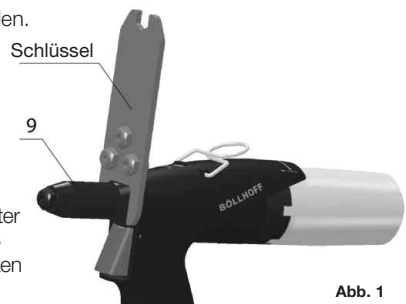
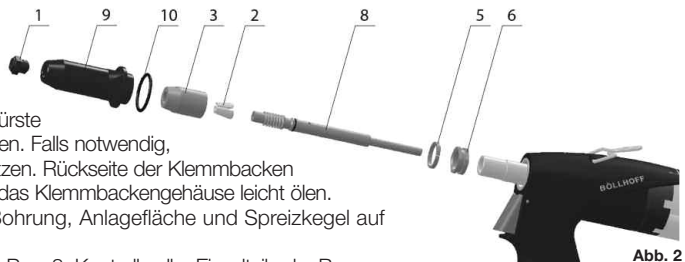

Abb. 1
Abb. 2
Demontage Abb. 1 und Abb. 2
- Entfernen Sie die Dichtmanschette Abb. 2 - Pos. 5 vom Klemmbackengehäuse Abb. 2 - Pos. 6
- Lösen Sie mit jeweils einem Maulschlüssel SW 17 die Kontermutter Abb. 2 - Pos. 6 und das Klemmbackengehäuse Abb. 2 - Pos. 3
- Klemmbackengehäuse vollständig abschrauben, die Klemmbacken Abb. 2 - Pos. 2 entnehmen.
- Nietnagelabsaugrohr Abb. 2 - Pos. 8 komplett demontieren und gründlich auch von innen reinigen.
- 2) Mundstück Abb. 2 - Pos. 1 Bohrung, Anlagefläche und Spreizkegel auf Verschleiß prüfen.
- 3) Nietnagelabsaugsystem Abb. 2 - Pos. 8 Kontrolle aller Einzelteile der Baugruppe, Klemmbackenschieber, Feder und Saugleitung - Absaugsystem mit O-Ring – Sind Bauteile des Absaugsystems beschädigt oder verschlissen, sind diese gem. Demontagebeschreibung Bild 4 zu ersetzen.
- 4) Mundstückhalter Abb. 2 - Pos.9 Innenlauffläche (Ø 20) auf Beschädigungen prüfen.
- 5) Dichtmanschette Abb. 2 - Pos. 5 bei Beschädigung oder Abnutzung ersetzen.
- 6) Ist der Nietnagelbehälter Abb. 2 - pos.32 an der Innenseite stark verschlissen (dünnwandig) oder bereits beschädigt, ist dieser zu ersetzen. Bruchgefahr des Behälters.
Montieren Sie alle Teile in umgekehrter Reihenfolge. Rückseite der Klemmbacken Abb. 2 - Pos. 2 vor dem Einsetzen in das Klemmbackengehäuse leicht ölen.
Vakuumsaugsystem komplett Abb. 2 - Pos. 8